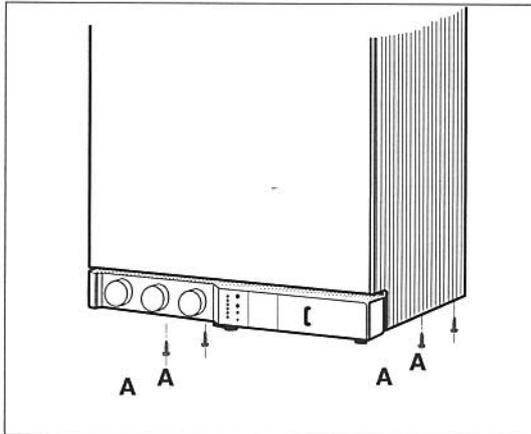

Fig. 20
- Atornillar los 4 tornillos "A" de fijación de la carcasa situados en la parte inferior (fig. 20).